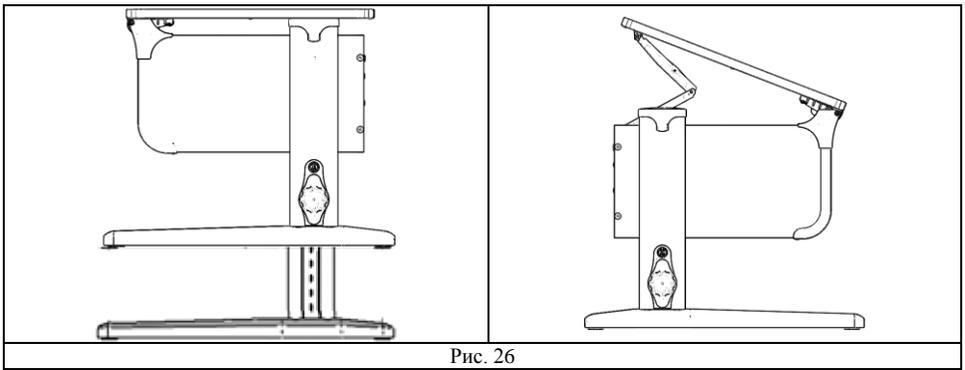

Рис. 26
6.6. Для удобства эксплуатации потребителями различных возрастных групп стол имеет возможность ступенчатой регулировки столешницы по высоте и углу наклона. См. рис. 26.